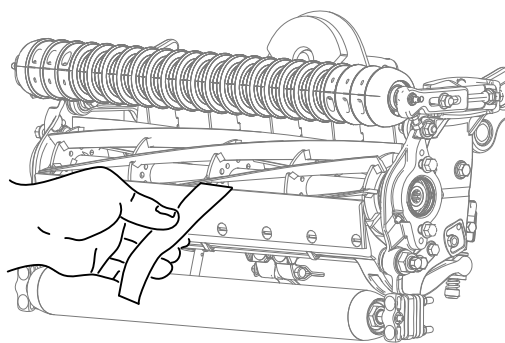

Figura 8
- B. Inserai o bucată lungă de hârtie (nr. piesă Toro 125-5610) pentru verificarea performanței de tăiere între cilindru și contracuit, perpendicular pe contracuit (Figura 8), apoi rotii cilindrul **încet** în față; ar trebui să taie hârtia; în caz contrar, repetă pașii A și B până când ajungi la acest rezultat.